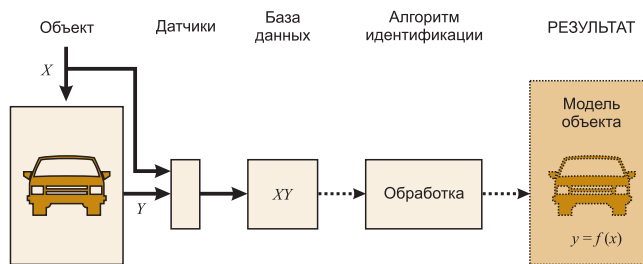

Рис. 2
2. Идентификация как построение модели объекта предполагает сбор данных о работе объекта, их обработку и построение математической модели объекта. Как правило, строится динамическая модель. В системе идентификации (рис. 2) на объект